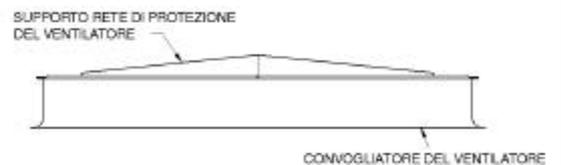

Figura 26 – Installazione del supporto
1. Posizionare il supporto attraverso la parte superiore del convogliatore in uscita (Vedi Figura 26).